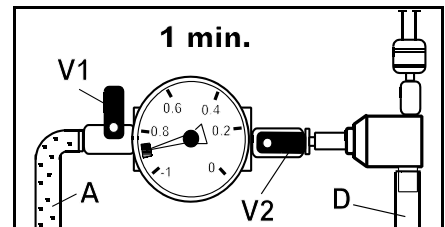

Abb. 7
- ▶ bei einem Vakuum von -0,85... - 0,95 bar ist das Endvakuum erreicht, grüner Bereich in der Anzeige des Vakuummeters. (Abb. 7)